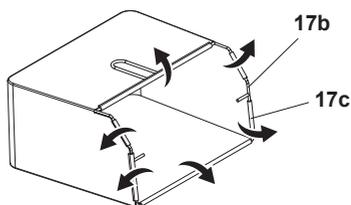

Fig. 5
2. Fixer les six clips en caoutchouc (17c) sur le cadre en acier (17b) (Fig. 5).
3. Le bac de ramassage (17) est prêt à l'emploi.